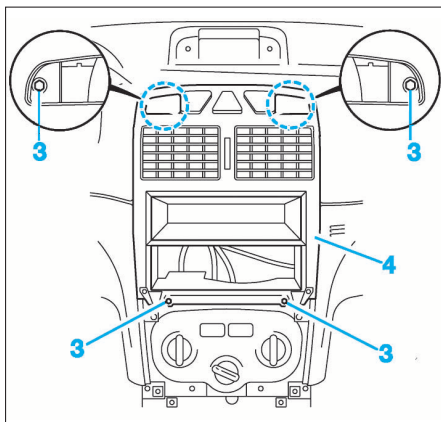

FIG. 24
- Déposer les 4 vis (3) de fixation de la façade supérieure (Fig.24).
- Dégrafer la façade supérieure (4) et débrancher l'ensemble des connecteurs électriques avant de la déposer.